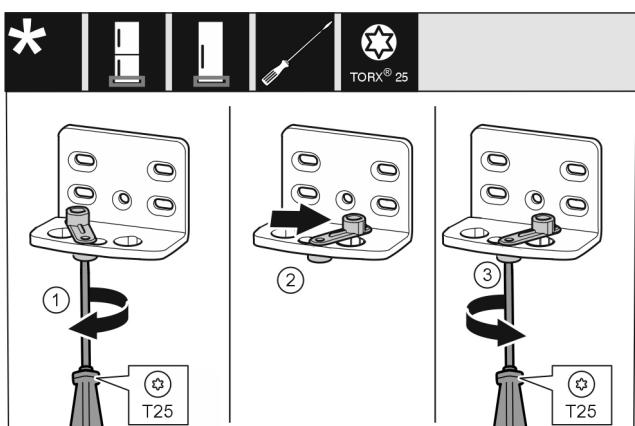

Fig. 10
- Skru løs skruen med skrutrekker T25. Fig. 10 (1)
- Løft dørlåshjelpen, og drei den 90° mot høyre inn i boringen. Fig. 10 (2)
- Stram skruen med skrutrekker T25. Fig. 10 (3)